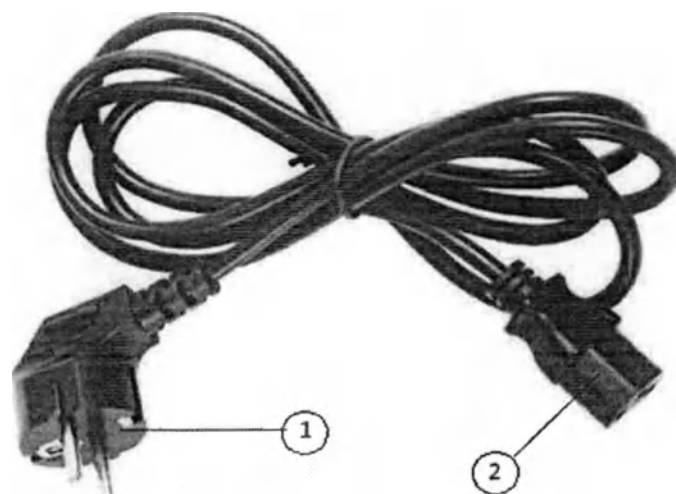

Рисунок 10 – Шнур питания, где: 1 – Вилка сетевая; 2 – Сетевой соединитель
- шнур питания (рисунок 10).
Сетевой соединитель шнура питания (рисунок 10 поз. 1) вставляется в разъем основного блока для подключения шнура питания с встроенным держателем предохранителя (рисунок 5 поз. 7). Вилка сетевая шнура питания (рисунок 10 поз. 2) вставляется в сеть питания переменного тока напряжением (230 ± 23) В, частотой 50 Гц.